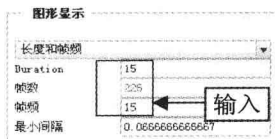

图 11-104 输入 15
Step 05 在“图形显示”选项区的“Duration|（持续时间）”和“帧频”数值框中分别输入 15，如图 11-104 所示。